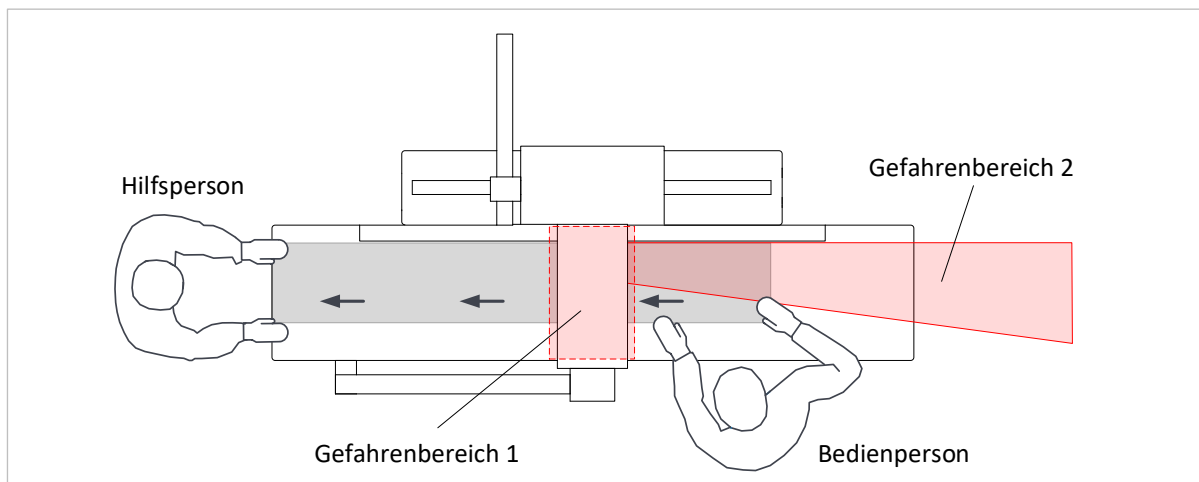

Abbildung 2: Gefahrenbereiche beim Abrichthobeln
- Die Bedienperson der Maschine muss beim Abrichthobeln generell vor dem Abrichttisch, rechts neben der Messerwelle bzw. Hobelschutzvorrichtung stehen. Das Betreten des in ⇒ Abbildung 2 gekennzeichneten Gefahrenbereiches 2 ist bei laufender Messerwelle verboten.